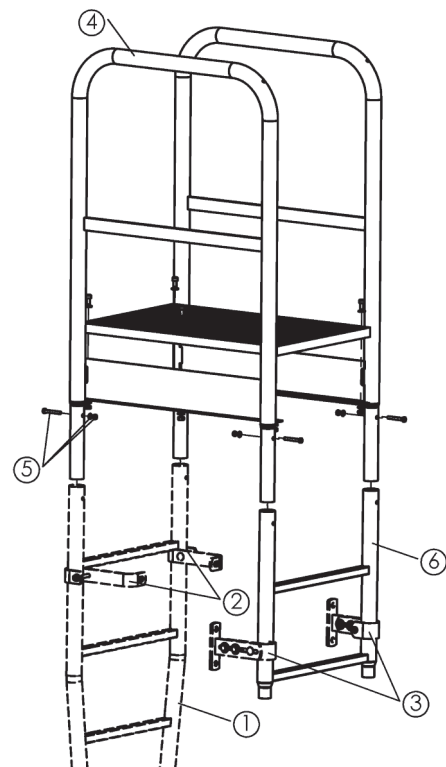

Abb. 3
**3.2** Seitenteil (4) mit Winkel nach innen auf das obere Holmende der ortsfesten Leiter stecken und mit den mitgelieferten Schrauben (5) M8 x 60 verschrauben (Abb. 3). Das zweite Seitenteil auf dieselbe Weise verschrauben. Beide Seitenteile waagrecht ausrichten und den Gitterrost auf die Winkel mit den mitgelieferten Zylinderschrauben M10 x 25 verschrauben. Danach das Leiterteil (6) mit den verstellbaren Wandabstandshalter (3) HACA Typ 0529.44 an der Innenseite der Attika befestigen. Bei Bedarf kann das Übersteigteil auf mit Fußplatten HACA Typ 0529.16 oder einer ortsfesten Leiter verlängert werden.